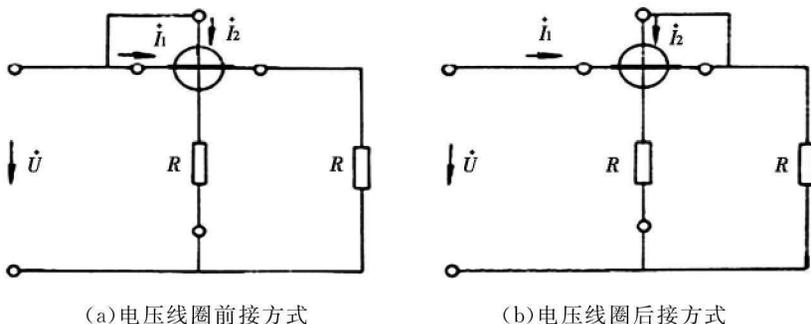

图 1-11 功率表的两种接线方式
1.功率表的接线有两种方式可供选择:电压线圈前接方式和电压线圈后接方式,如图 1-11 所示。当负载电阻较大(电流较小)时,应选用电压线圈前接方式;当负载电阻较小(电流较大)时,应选用电压线圈后接方式。